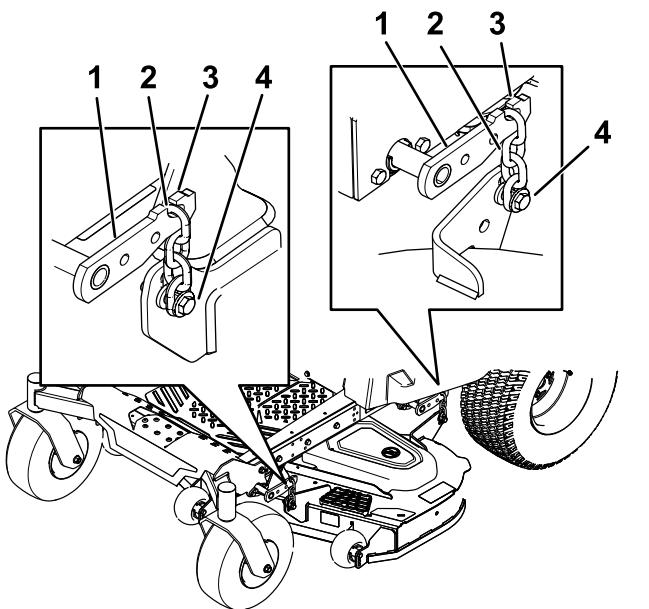

Figura 78
7. Retire las cadenas de los ganchos de los brazos de elevación de la carcasa (Figura 78).
6. Eleve la parte trasera de la carcasa de corte y conecte las cadenas a los brazos de elevación traseros (Figura 78).
7. Conecte las cadenas delanteras a los brazos de elevación delanteros (Figura 78).